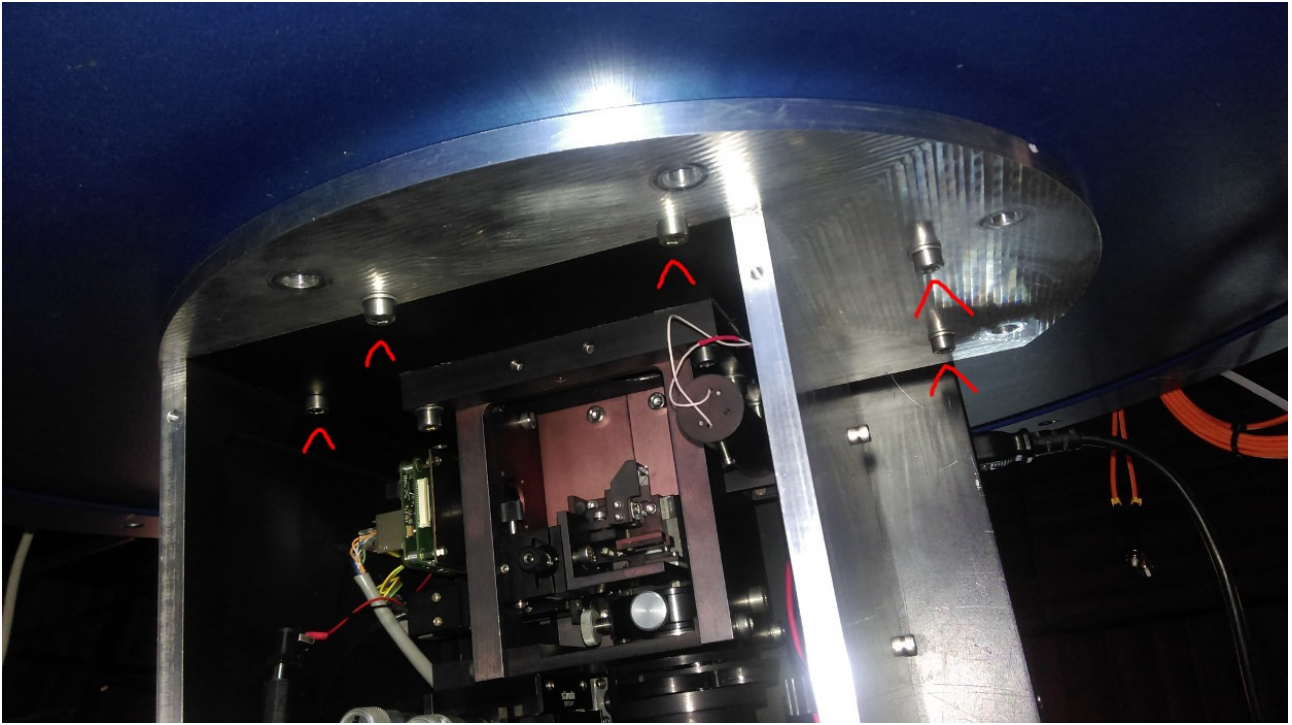

Рис. 6: Крепление оптикомеханического модуля к FSU.
6. Выполнить пункты 5-8 предыдущего списка с той только разницей, что прикручивание осуществлять пятью болтами М6 через отверстия, располагающиеся на меньшем радиусе, чем отверстия, за которые прибор монтируется к стойкам. См. рис. 6, на нем эти болты отмечены красными стрелками. Чтобы накрутить три болта из пяти потребуются снять крышку прибора. Работать при снятой крышке нужно чрезвычайно аккуратно. Время, проведенное с открытой крышкой должно быть минимизировано.